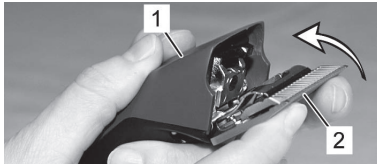

Fig. 15
6. Inserte el cabezal esquiladora deseado en la charnela de peine y levántelo por presión ligera hacia la esquiladora en marcha (Fig. 15, 16, 17).